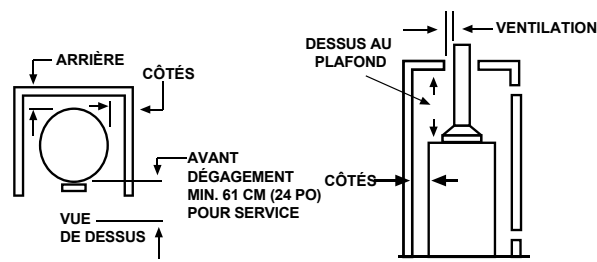

FIGURE 2.
- La Figure 2 peut servir de guide pour déterminer les différents dégagements prescrits. Il faut prévoir un dégagement minimal de 61 cm (24 po) devant le chauffe-eau aux fins d'inspection et d'entretien.